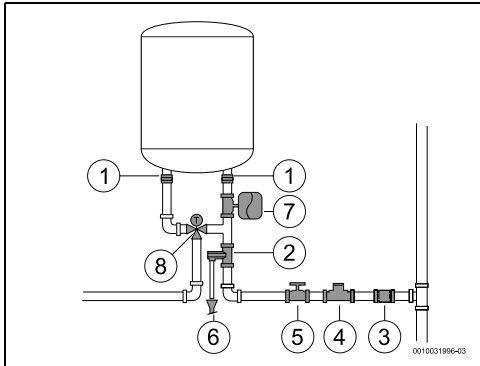

fig. 13
- ▶ instaloni një valvulë reduksioni (Fig. 13, [4]). Valvula e çlirimit të presionit aktivizohet gjithnjë pasi presioni i ujit në depozitë tejkalon 8 bar ( $\pm 1$  bar) dhe uji i shkarkimit duhet të kanalizohet jashtë.
- ▶ instaloni një enë zgjerimi (Fig. 13, [7]) për të evituar hapjen kaq të shpeshtë të valvulës së çlirimit. Vëllimi i enës së zgjerimit duhet të jetë i barasvlershëm me 5% të vëllimit të pajisjes.